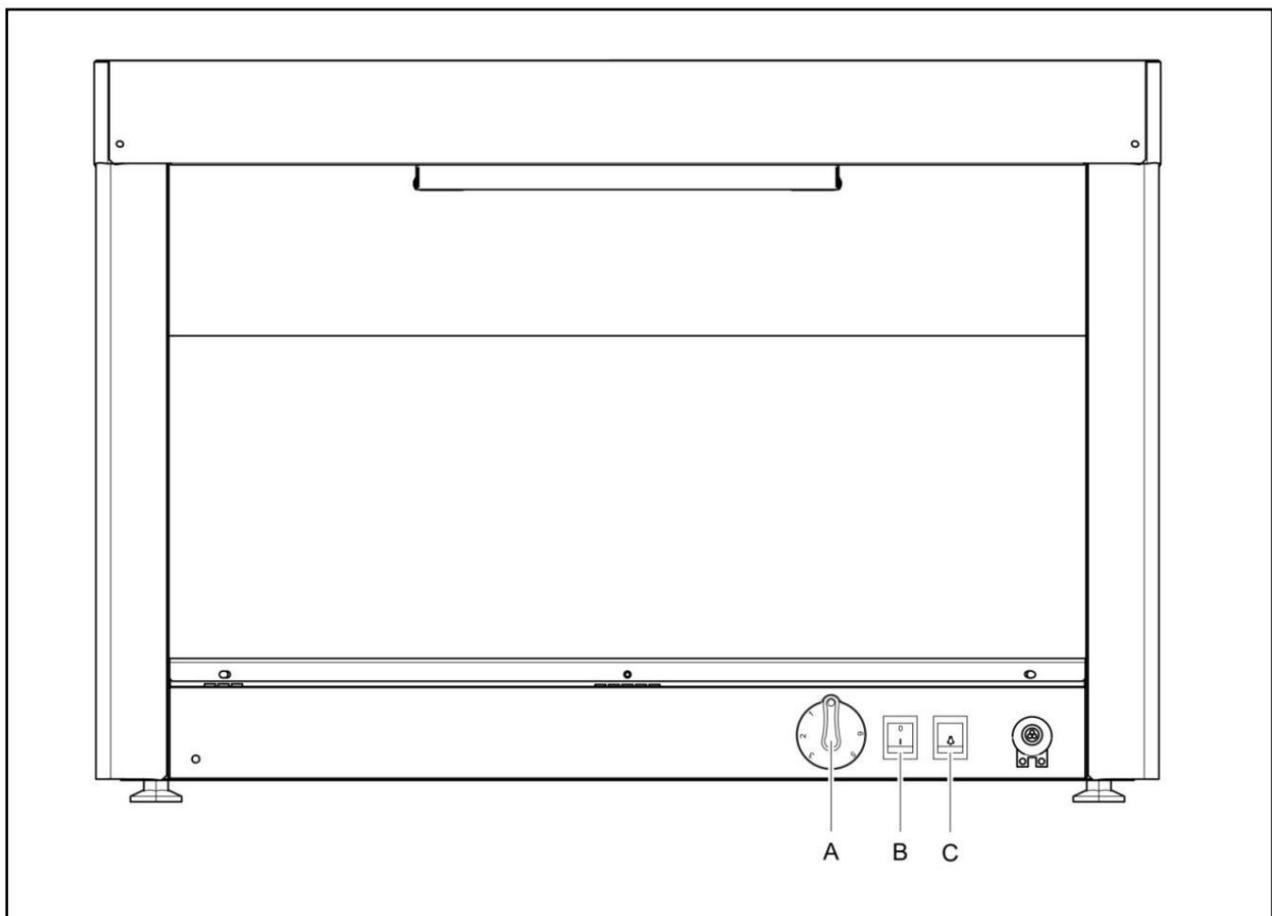

Fig. 3
Consultando la Fig. 3 (se muestra el modelo LD), conecte el aparato a la red eléctrica y enciéndalo (B).